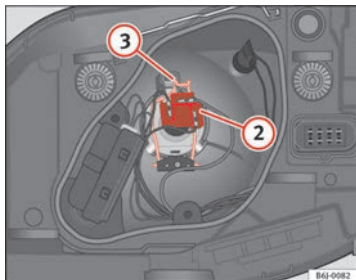

Abb. 147 Ablend- / Fernlicht bei Einfachscheinwerfer
- Ziehen Sie den Stecker ⇒ Abb. 147 (2) von der Lampe ab.
- Die Haltefeder ⇒ Abb. 147 (3) durch Eindrücken und Rechtsdrehung abnehmen.